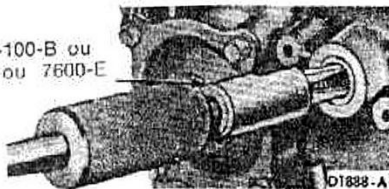

fig. 61 — remoção do vedador da alavanca de mudança manual
8. Remover o vedador da alavanca de mudança manual, utilizando as ferramentas mostradas na fig. 61.